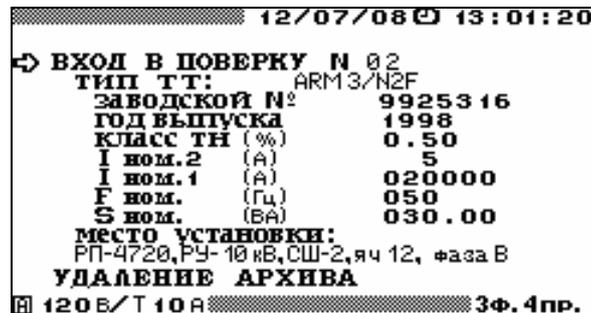

Рис. 4.39. Окно входа в режим поверки ТТ
Перед началом поверки необходимо задать параметры поверяемого ТТ. В окне входа в режим поверки ТТ (рис. 4.39) задаются следующие параметры поверяемого ТТ:
Для изменения любого из параметров, соответствующих выбранному типу ТТ (рис. 4.39), необходимо подвести курсор к соответствующему параметру и нажать клавишу «ENT». В открывшемся окне с помощью цифровой клавиатуры и клавиш «←», «→» ввести нужные значения. Для ввода нового значения необходимо нажать клавишу «ENT», для отказа от ввода набранного значения необходимо нажать клавишу «ESC».
- заданное в окне входа в режим поверки ТТ (рис. 4.39) номинальное значение полной мощности поверяемого ТТ, ВА;
- заданное в окне входа в режим поверки ТТ (рис. 4.39) номинальное значение тока вторичной обмотки, А;